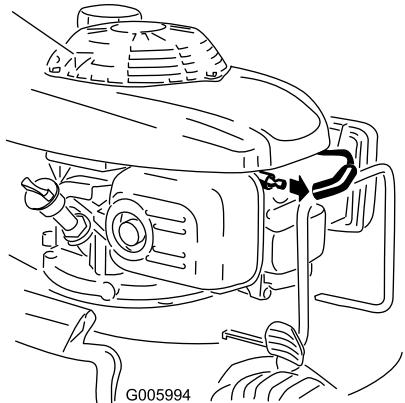

Bild 36
- Ziehen Sie das Zündkabel von der Zündkerze ab, bevor Sie Wartungsarbeiten ausführen (Bild 36).
2. Klemmen Sie das Zündkabel von der Zündkerze ab (Bild 36).